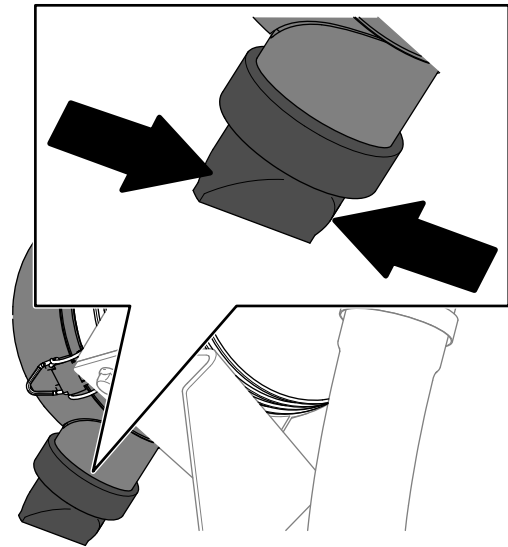

Bild 79
5. Drücken Sie auf das Staubaustragsventil (Bild 79).